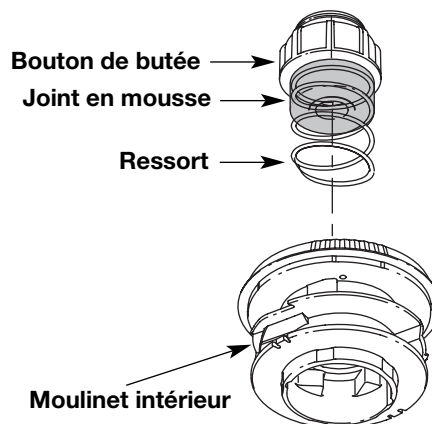

Fig. 18
1. Retirez le bouton de butée, le ressort et le joint en mousse en tournant le bouton de butée à gauche (Fig. 18).
2. Tirez le bouton de butée, le ressort et le joint en mousse (Fig. 18).
7. Placez le bouton de butée, le ressort et le joint en mousse dans la bobine extérieure (Fig. 18).